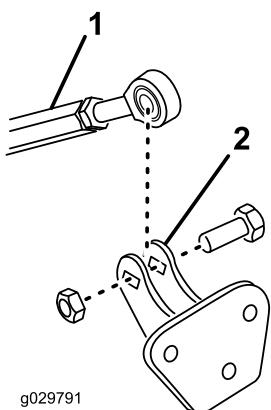

図 10
5. ねじ山付きリンクの端をリンクサポートアセンブリに固定する ボルト 1/2 x 1-1/2 インチ 1 本、ロックナット 1/2 インチ 1 個を使用して図 10 のように取り付ける。